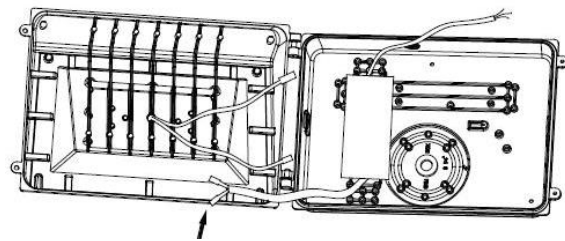

Figure 2
4. Ouvrez de l'appareil et déconnectez les déconnexions rapides qui connectent le driver LED au module LED. (Figure 2)